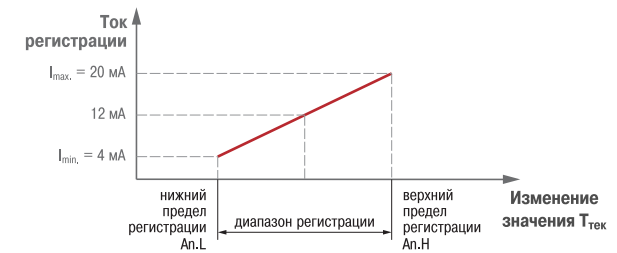

Рис. 10
3.1.5.2.2. При работе в **режиме регистратора (dAC = Pv)**. ЛУ сравнивает входную величину с заданными значениями и выдает на соответствующее выходное устройство аналоговый сигнал в виде тока 4...20 мА, который можно подавать на самописец или другое регистрирующее устройство. Принцип формирования тока регистрации показан на **рис. 10**.